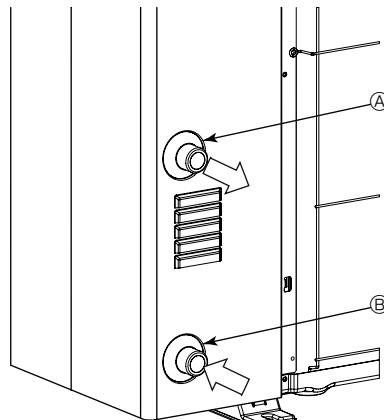

Fig. 5-1
### 5.1. Anslutning av vattenrör (Fig.5-1)
- Uteplats- och inloppsrörens placering visas i Fig.5-1.
[Fig. 5-1]